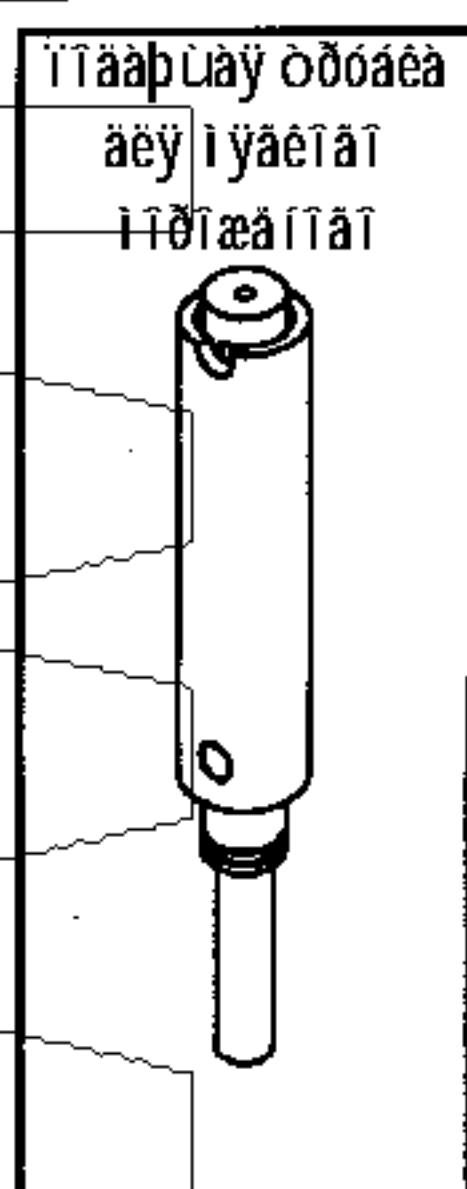

Рис. 3. Подающая трубка
1. Удалите подающую трубку (рис. 3) из впускного отверстия для смеси и положите ее на дно ванны для смеси.